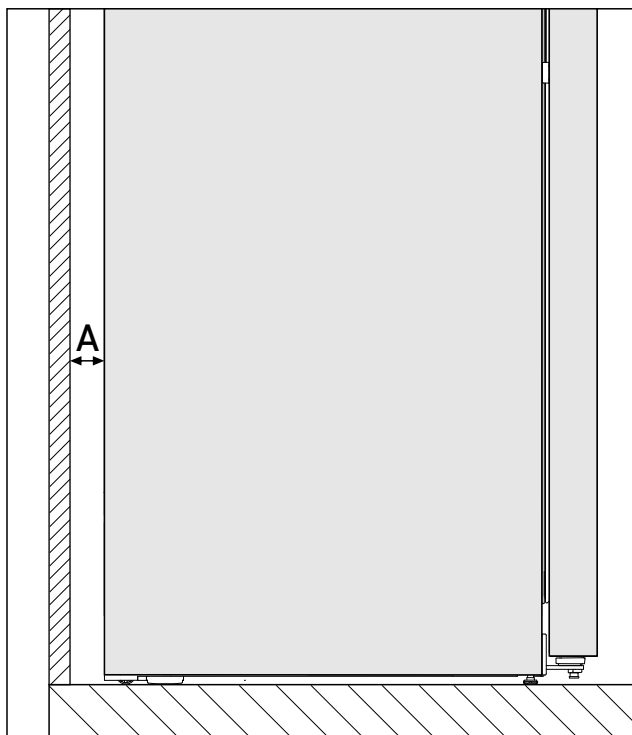

Fig. 3*
Zużycie energii określono na podstawie odstępu ściany Fig. 3 (A) pomiędzy tylną ścianą urządzenia a ścianą. Jeżeli odstęp ściany jest mniejszy niż Fig. 3 (A), nie ma to wpływu na sprawność urządzenia, jednak zużycie energii zwiększa się nieznacznie przy mniejszym odstępnie od ściany.